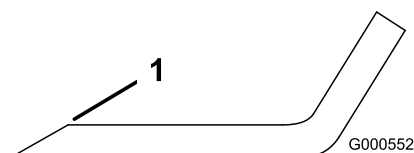

Figura 47
1. Utilice una lima para afilar el filo de corte en ambos extremos de la cuchilla (Figura 47).
Nota: Si la cuchilla no está equilibrada, rebaje algo el metal en la parte de la vela solamente con una lima (Figura 47).